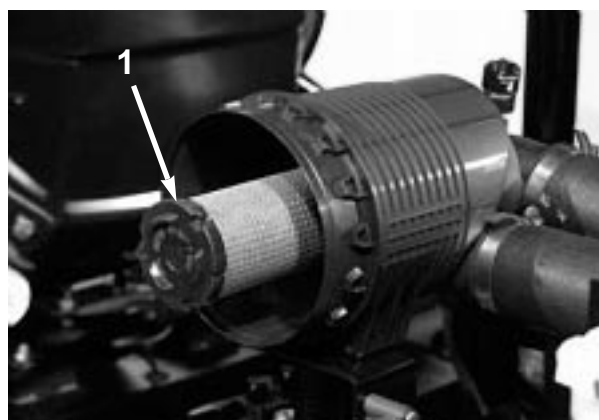

図 46
2. 一次フィルタ (図 45) を静かに引き出す。ごみが落ちるので、フィルタをボディーに打ちつけないように注意すること。また、安全フィルタ (図 46) は取り出さないこと。